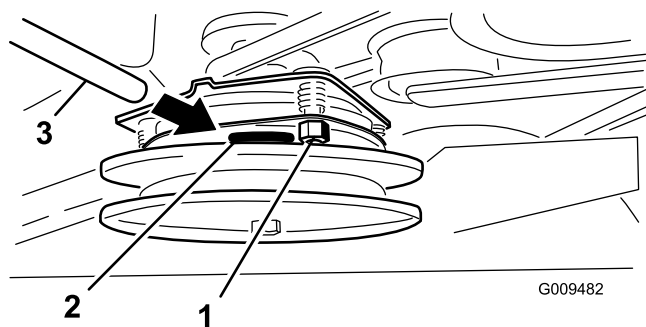

Figura 62
3. Apriete las contratuercas que empiece a notar una ligera fricción en la galga, pero dejando que ésta se mueva con facilidad en el entrehierro (Figura 62).